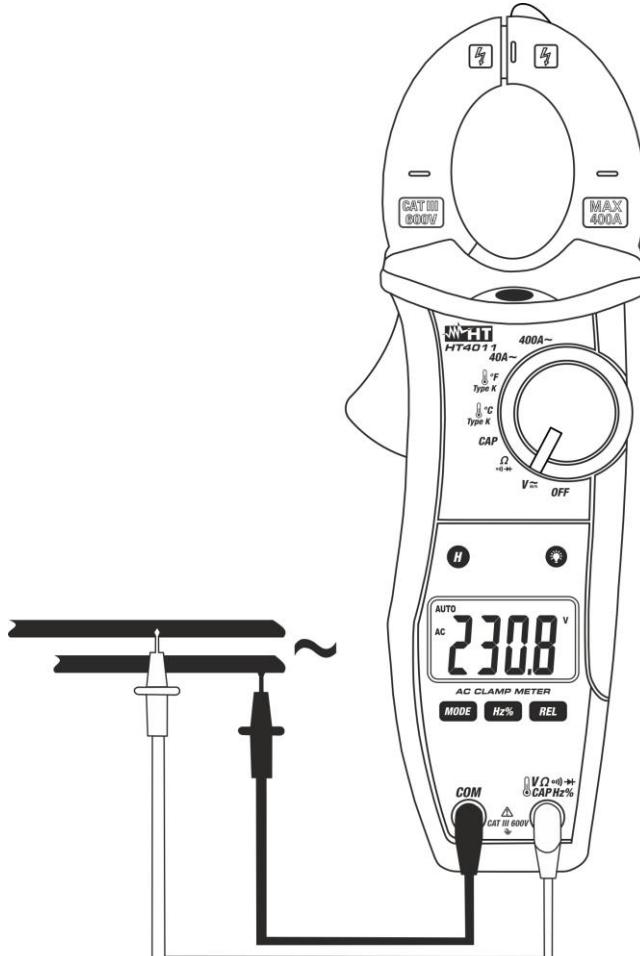

Fig. 4: Uso della pinza in misura di Tensione AC
- Posizionare i puntali nei punti desiderati del circuito in esame (vedere Fig. 4). Il valore della tensione è mostrato a display.